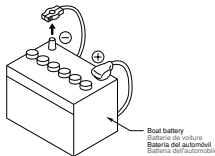

Figure 1 / Figure 1 / Figure 1 / Figure 1
3. Be sure to disconnect the battery's "C" terminal before beginning the installation. This is to prevent short-circuiting. (Figure 1)
3. Raccordez bien la borne "C" de la batterie avant de procéder à l'installation. Ceci a pour but d'éviter les courts-circuits. (Figure 1)
3. Antes de comenzar la instalación, cerciórese de desconectar el terminal "C" de la batería. Esto es para evitar cortocircuitos. (Figure 1)
3. Assicurarsi di scollegare il terminale "C" della batteria prima di iniziare l'installazione. Questo serve ad evitare cortocircuiti. (Figure 1)